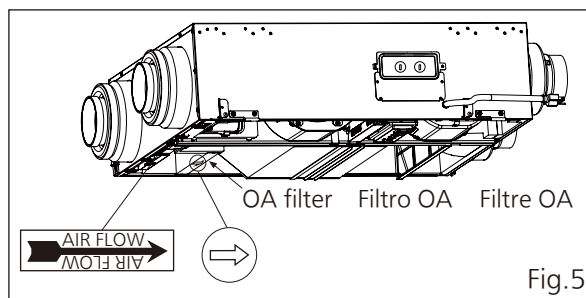

Fig.5
3. Install new OA filter. (Fig.5) Make sure the direction of arrow on OA filter should be same with air flow direction that display on the nearby label.
Instale un nuevo filtro de OA. (Fig.5) Asegúrese de que la dirección de la flecha en el filtro de OA coincida con la de dirección de flujo de aire que aparece en la etiqueta cercana.
Installez un filtre OA neuf. (Fig.5) Assurez-vous que le sens de la flèche sur le filtre OA est identique à la direction du flux d'air qui affiche l'étiquette juste à côté.